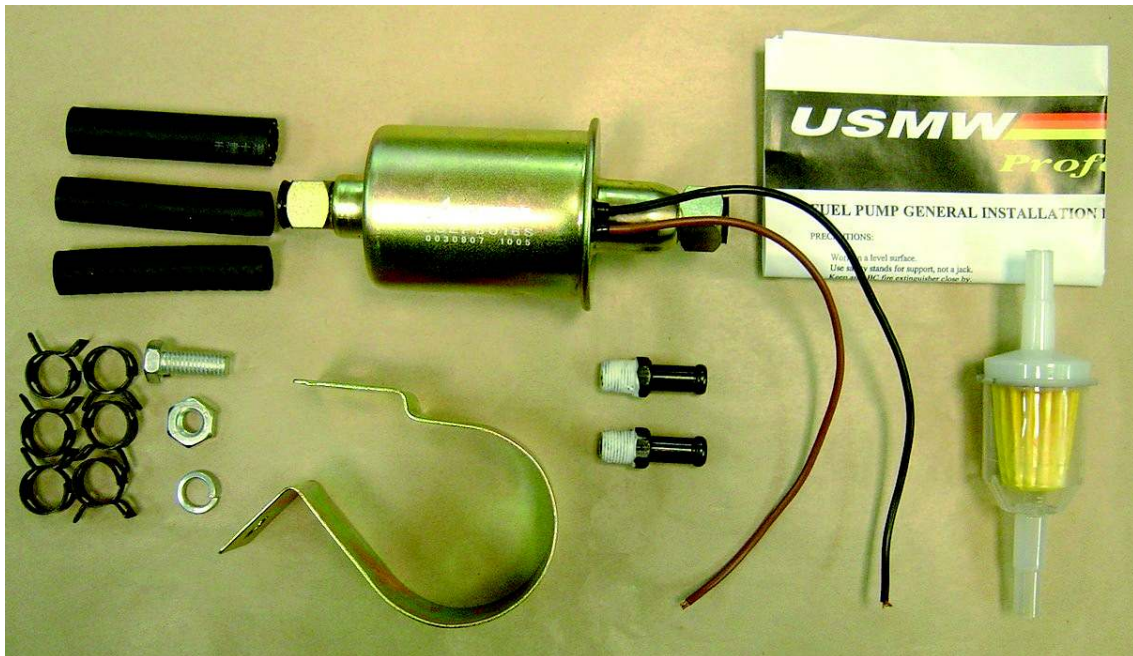

Figura 1. Partes del Kit
1. Verifique que todas las partes estén incluidas en el kit según Figura 1.